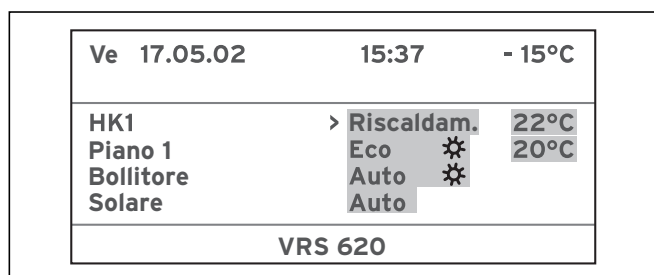

Fig. 6.13 Indicazione di base
- Girare la manopola , finché il cursore lampeggia a sinistra della modalità di funzionamento (riga del display HK1 nella fig. 6.13).